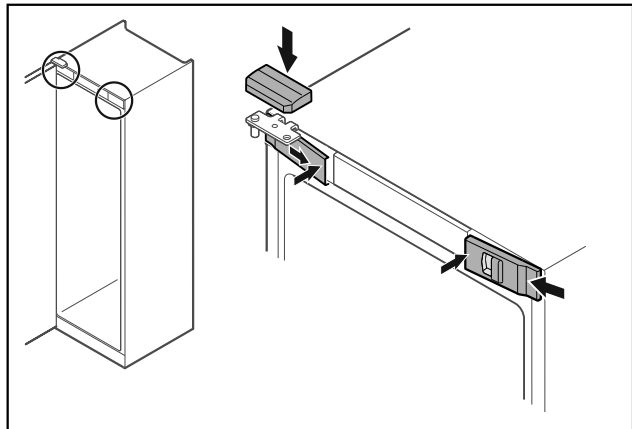

Fig. 46
- ▶ Obesite sprednje pokrove Fig. 46 (1) stransko in jih namestite v notranjosti, da se zaskočijo.
- ▶ Zgornji pokrov Fig. 46 (2) namestite z zgornje strani.